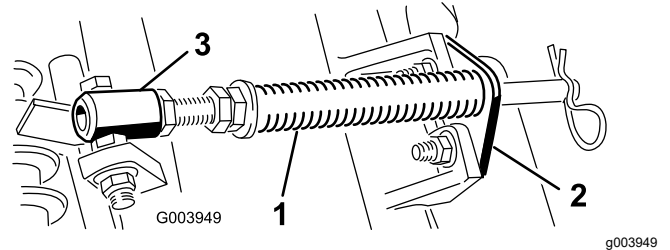

Bild 4
- A. Nehmen Sie die zwei Schlossschrauben und Muttern ab, mit denen die Stangenhalterung an den Nasen der Schneideinheit befestigt ist (Bild 4).
- B. Nehmen Sie die Bundmutter ab, mit denen die Schraube des Federrohrs an der Trägerrahmennase befestigt ist (Bild 4). Nehmen Sie das Bauteil ab.
**Hinweis:** Positionieren Sie den Schraubenkopf zur Außenseite der Nase, wie in Bild 4 dargestellt.